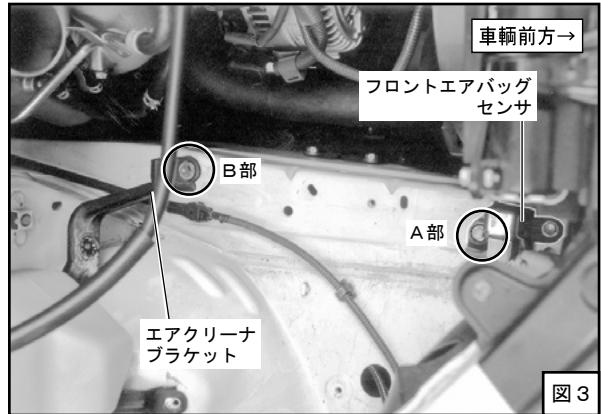

図3
(図3)
- (2) 図3のA部、B部にヒートプレートを仮付けしてください。その際、A部にフロントエアバッグセンサ、B部にエアクリーナーブラケットを共締めしてください。
(図3、図4、図5、図7)